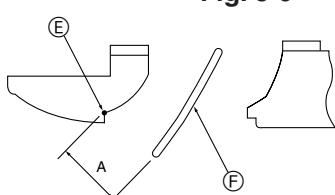

Fig. 5-10
- Beweeg voorzichtig de schoepen omhoog/omlaag binnen het aangegeven bereik om de richting van de luchtstroom aan te passen. (Fig. 5-10)